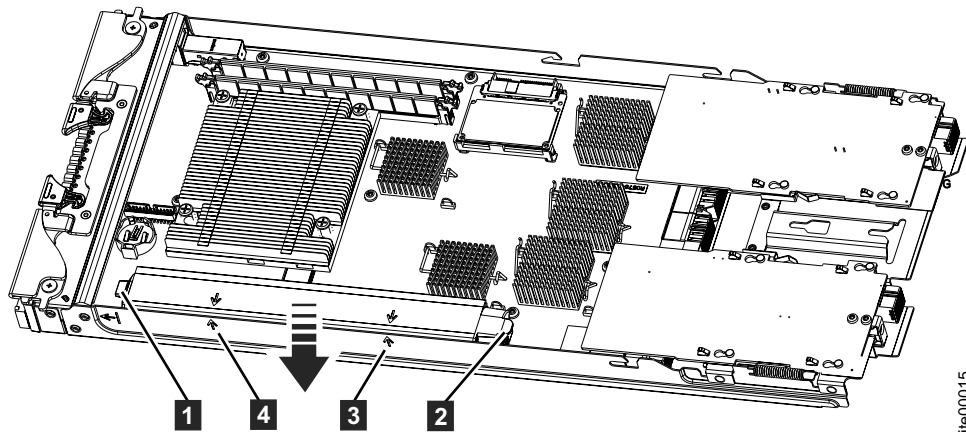

Figura 22. Instalando a Bateria
8. Para posicionar a bateria para instalação, alinhe as setas de alinhamento **3** e **4** na bateria com aquelas na caixa. Consulte o Figura 22.